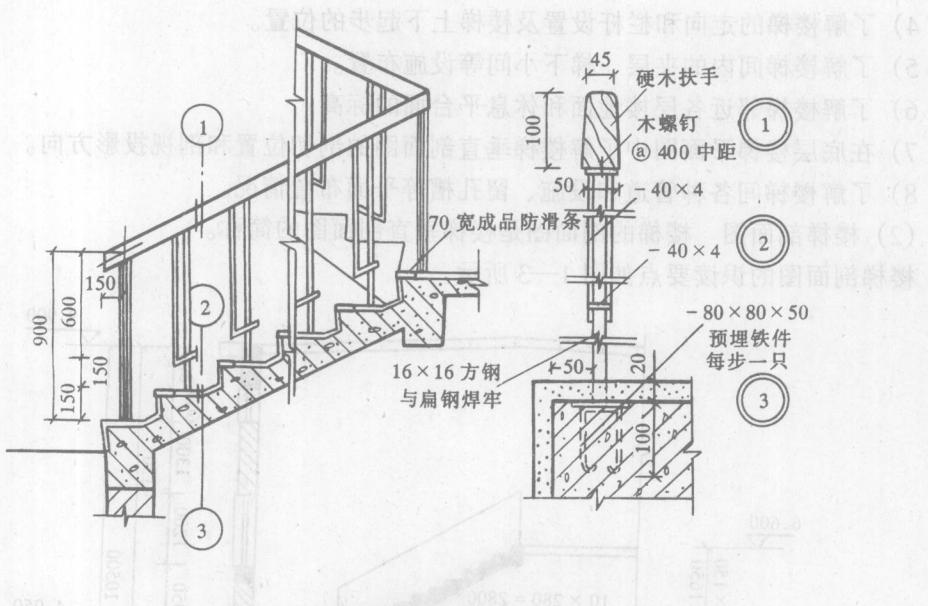

图 1—4 楼梯节点详图
2. 窗台节点详图识读 窗台节点详图主要表示窗与墙的位置关系和构造做法，内外窗台的用料以及窗台与墙面等的构造做法。图 1—5 为保温内墙的窗台和窗上口的节点详图，